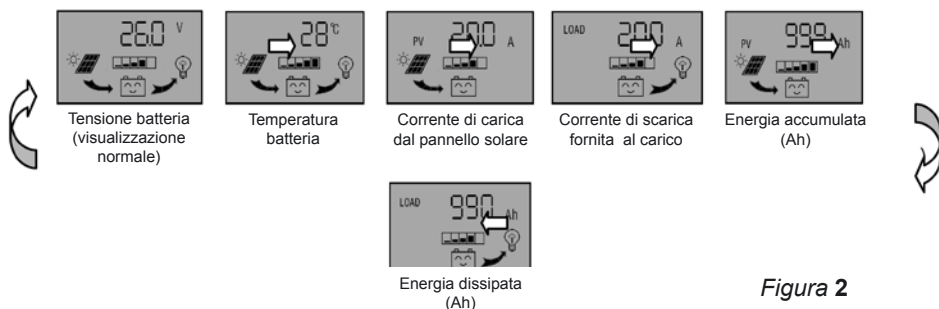

Figura 2
-  Utilizzare questo tasto per scorrere le varie visualizzazioni del display indicate in figura 2.